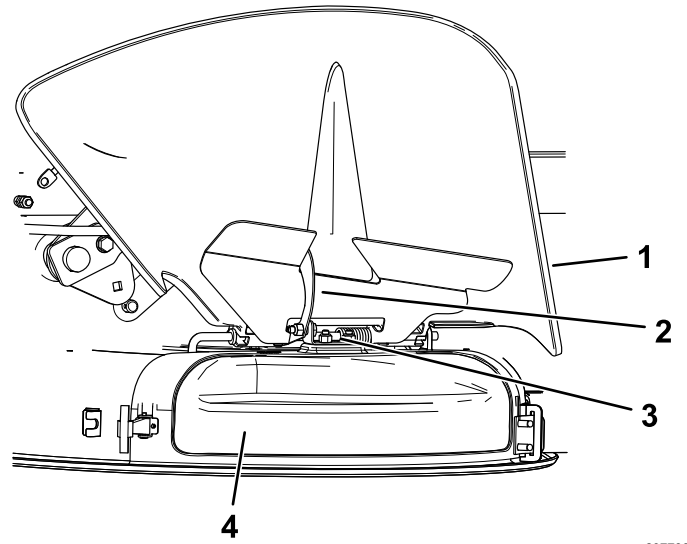

Figure 16
4. Ouvrez le crochet de verrouillage sur le dessus du couvercle d'éjection pour le dégager de la tige de pivot (Figure 16).
- Sur le haut du couvercle d'éjection, accrochez le crochet de verrouillage à la tige de pivot du déflecteur (Figure 16).